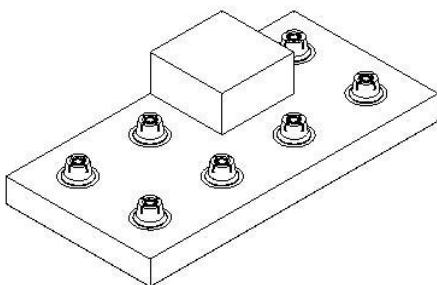

图5-24
1. 在菜单栏中选择【窗口】/【xuanniu_top_000.prt】选项，返回主模型界面，如图 5-24 所示。